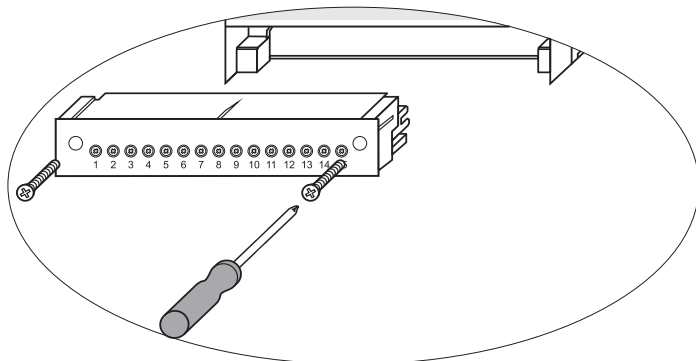

Fig. 12
- Untere und obere Klemmleiste: Rechts und links Befestigungsschrauben lösen und Klemmleiste abziehen. **Fig. 12**